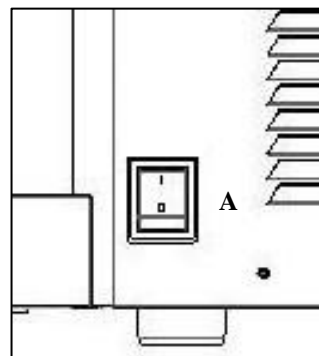

Рис. 6
- Вставить вилку в розетку и включить общий выключатель А (рис. 6), теперь с помощью дисплея «touch screen» можно выбрать желаемый вид приготовления.